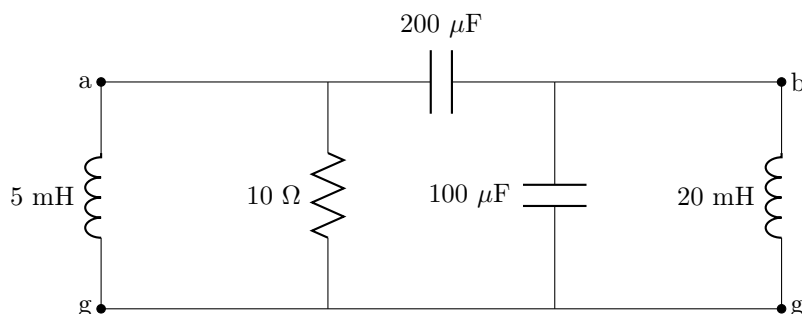

Figura 4.1: Circuito del problema 19.
19. En la figura 4.1, halla sobre el circuito la impedancia de cada elemento para  $\omega = 1.000$  rad/s, y la impedancia equivalente entre los nodos: a) a y g; b) b y g; c) a y b.